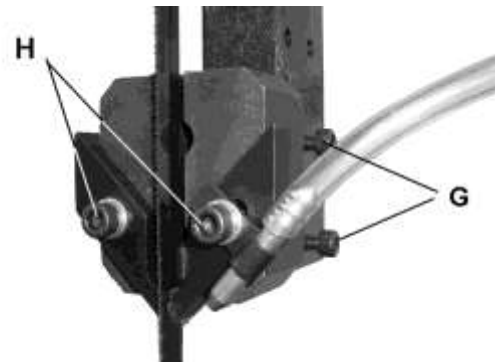

Рис. 8.
2. Ослабьте два установочных винта (G, Рис. 8) и отрегулируйте направляющие так, чтобы они располагались за зубьями полотна. Направляющие должны располагаться достаточно далеко от зубьев, чтобы они оставались открытыми во время резания, когда полотно отклоняется вперед и назад.
3. Затяните два установочных винта (G, Рис. 8).
5. Ослабьте два винта с внутренним шестигранником (H, Рис. 8) и отрегулируйте положение каждого элемента по отношению к полотну. Они не должны касаться пильной ленты. Отрегулируйте с каждой стороны зазор 0,25 мм.
6. По завершении регулировки, снова затяните два винта (H, Рис. 8). Убедитесь, что положение воздушной форсунки не изменилось и она направляет поток воздуха в зону резания.